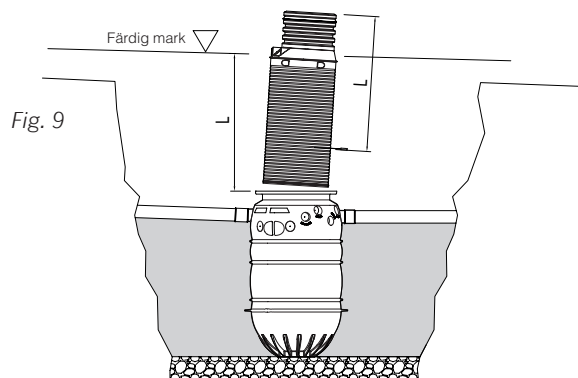

Fig. 9
8. Fortsätt att fylla upp med sorterat rörgravsgrus grus 0/8 enligt tabell CE/3 upp till underkant av avskiljarens överkant (fig. 9).
Gör en markering där halsen skall kapas (fig. 9).